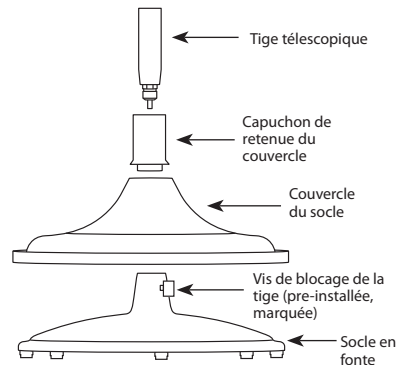

FIGURE 1
1. Abaisser le couvercle du socle en fonte sur celui-ci. Voir Figure 1.
2. Visser le capuchon de support du couvercle dans le sens horaire dans le socle en fonte jusqu'à ce qu'il soit bien serré. Voir Figure 1.
5. Repérer la vis de blocage de la tige (préinstallée, identifié) sur le col du socle en fonte sous le couvercle. Voir Figures 1 et 2.
6. Se servir de pinces ou d'une clé ajustable pour serrer la vis de blocage de la tige jusqu'à ce qu'elle bute fermement contre la tige télescopique. Voir Figures 1 & 2.